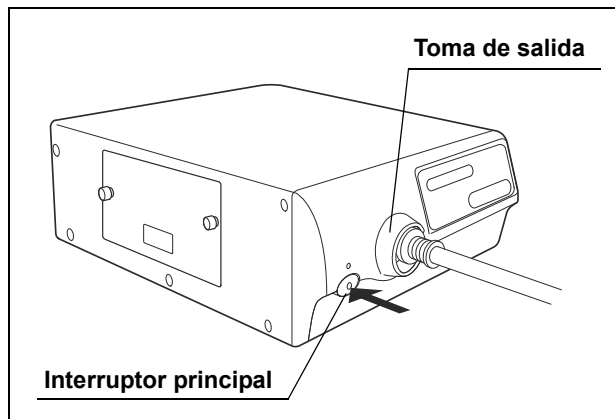

Figura 4.4
2. Pulse el interruptor principal de este instrumento para encenderlo (véase la figura 4.4).